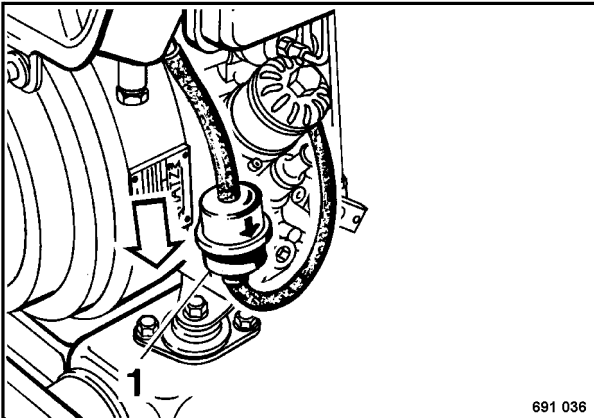

Fig. 1
- Desenroscar la abrazadera 1 (Fig. 1).